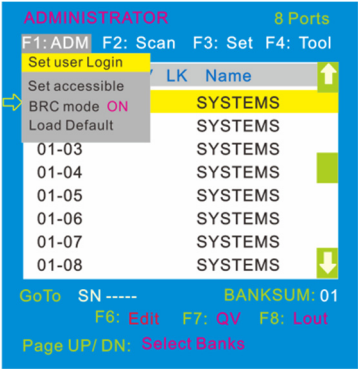

图 4-1.6
- ✧ **BRC Mode off-** 按【Enter】键，关闭或者打开 BRC 广播模式（图 4-1.6）。
【F1】->BRC Mode OFF->按【Enter】键 -->BRC Mode ON (图 4-1.6)